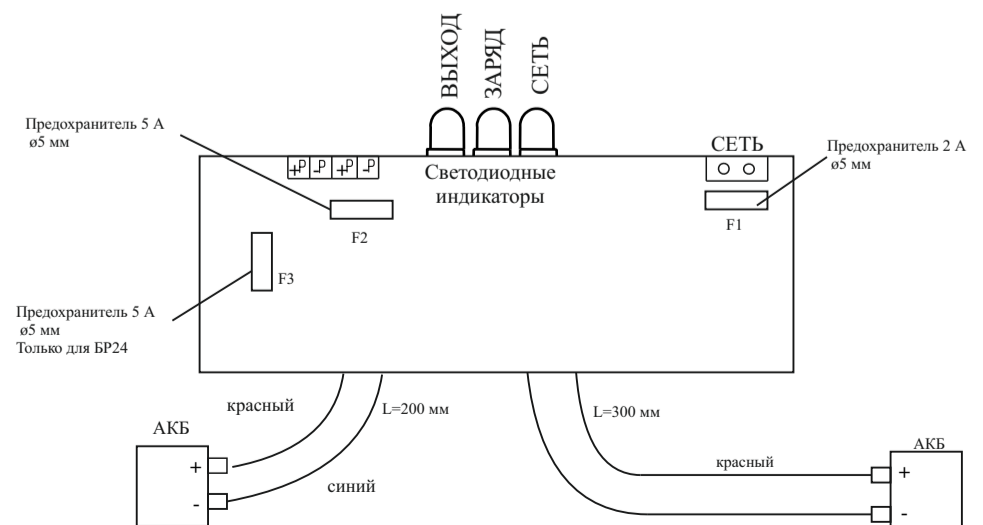

Рисунок 2 – Схема подключения платы бокса
6.4 Подключение соединений производить в соответствии со схемой (Рисунок 2) соблюдая последовательность:
е) подать на бокс сетевое напряжение 230 В частотой 50 Гц, при этом должны засветиться зеленым цветом индикаторы **СЕТЬ** и **ВЫХОД**. Если индикатор **СЕТЬ** не засветился, проверить наличие сетевого напряжения на клеммнике винтовом сетевого питания и исправность предохранителя F1 (2 А) (Рисунок 2) и, при необходимости, заменить его;